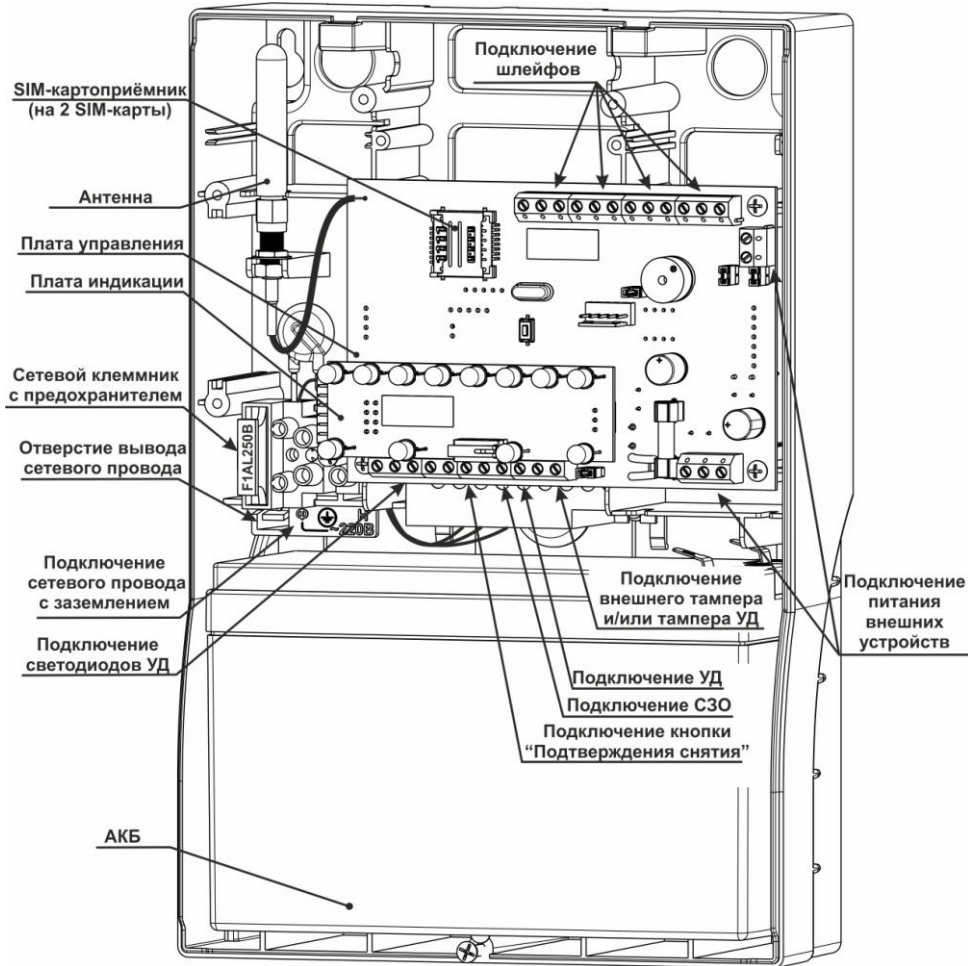

Рисунок 5 - Вид прибора со снятой крышкой
Шнур для подключения прибора к сети 220 В поставляется и подключается к прибору организацией, осуществляющей установку прибора на объекте. ДЛЯ ПОДКЛЮЧЕНИЯ ПРИБОРА К СЕТИ 220 В ДОЛЖЕН ИСПОЛЬЗОВАТЬСЯ ТРЁХЖИЛЬНЫЙ ГИБКИЙ ШНУР, СООТВЕТСТВУЮЩИЙ ГОСТ 7399-80 С ПРОВОДАМИ, ИМЕЮЩИМИ ДВОЙНУЮ ИЗОЛЯЦИЮ. НОМИНАЛЬНОЕ СЕЧЕНИЕ ЖИЛЫ ПРОВОДА 0,75 мм². Шнур питания от сети 220 В подключается к сетевой колодке, расположенной слева от платы управления. ПРОВОД ЗАЗЕМЛЕНИЯ ПОДКЛЮЧАЕТСЯ К СРЕДНЕМУ КОНТАКТУ СЕТЕВОЙ КОЛОДКИ. Сетевой шнур необходимо завести через специальное отверстие с элементом фиксации (прижимом) – см. Рисунок 5.
- Подключить сетевой шнур с проводом заземления к сетевому клеммнику соблюдая правильность подключения проводов (фазовый провод – «Ф»; заземление – контакт, обозначенный специальным знаком; нулевой провод – «Н») – Рисунок 5.
- Установить SIM-карту (-ы) в SIM-картоприёмник на плате управления (см. – Рисунок 1 и Рисунок 5).